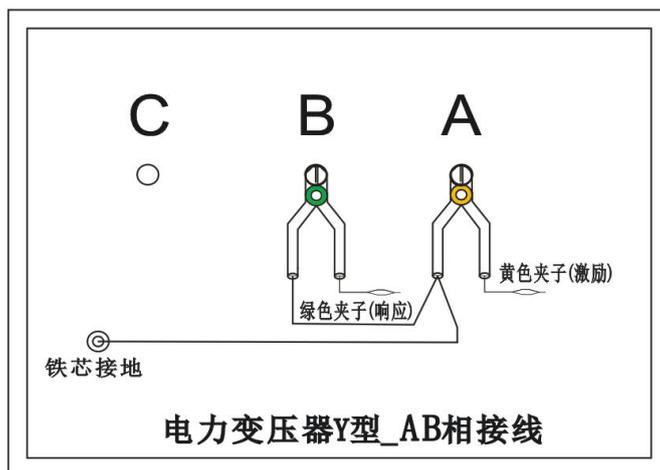

图 7
3.1.4 以上接线完成对三相 Y 形的 AB 相测量接线，如图 7。